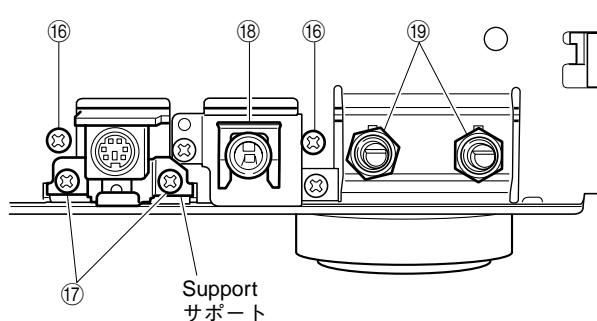

Fig. 16
- k. Remove 2 screws (16). (Fig. 16)
- l. Remove 2 screws (17) and then remove the Support. (Fig. 16)
- m. Remove Stopper (18). (Fig. 16)
- o. Remove 2 nuts (19) and then remove the OPERATION (4) P.C.B. (Fig. 16)
- k. ⑯のネジ2本を外します。(Fig. 16)
- l. ⑰のネジ2本を外し、サポートを外します。(Fig. 16)
- m. ⑱のストッパーを外します。(Fig. 16)
- o. ⑲のナット2個を外し、OPERATION(4)P.C.B.を外します。(Fig. 16)